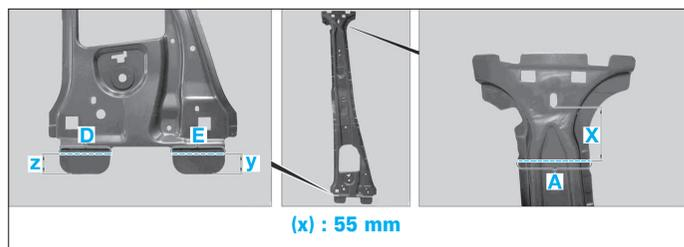

FIG. 70
- Ajuster le gabarit (1) de l'ancienne pièce au moyen du trou (2) et le positionner avec des pinces de serrage.
- Tracer la ligne de coupe (I).
- Tracer la ligne de coupe (A) (Fig.70).